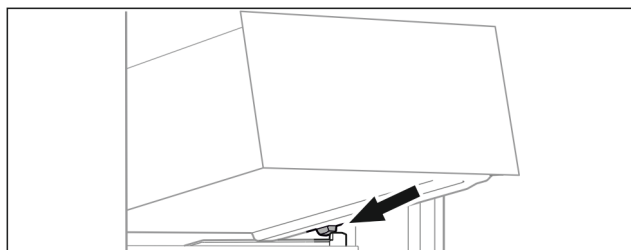

Fig. 104
- ▶ Наклоняя вниз, установите выдвижной ящик за стопоры на контейнерное ребро. (см. Fig. 104)